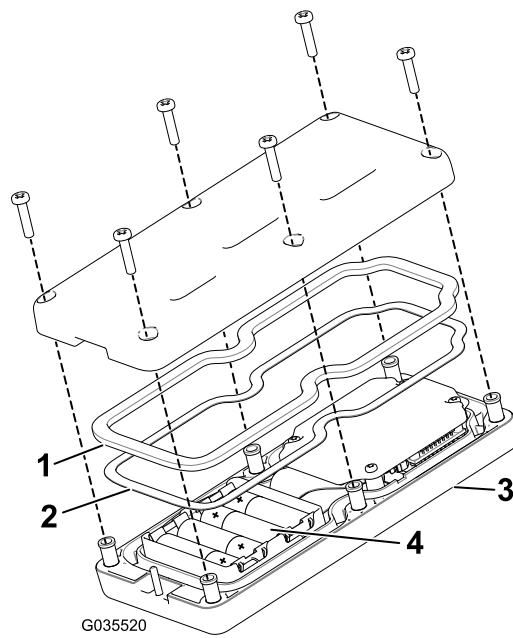

Figura 17
- Certifique-se de que a junta de aço e o vedante de borracha estão encaixados no canal no comando remoto antes de voltar a colocar a tampa traseira (Figura 17).
- Prenda a tampa com seis parafusos (Figura 17) e aperte-os com uma força de 1,5 a 1,7 N m.
Nota: Se as pilhas forem incorretamente instaladas, a unidade não será danificada, mas não funciona. O encaixe tem gravadas marcas de polaridade em cada terminal (Figura 17).